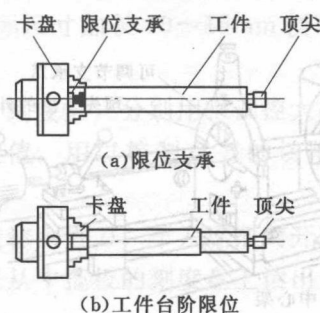

图 1-12 单顶尖配合卡盘装夹
2) 单顶尖配合三爪卡盘装夹工件（简称一顶一夹）。将工件的一端装夹在卡盘内，另一后顶尖顶住中心孔。注意三爪卡盘夹持部分不宜超过 20mm。为了防止工件轴向移动，必须在卡盘内加装限位支承或利用工件的台阶作限位，如图 1-12 所示。